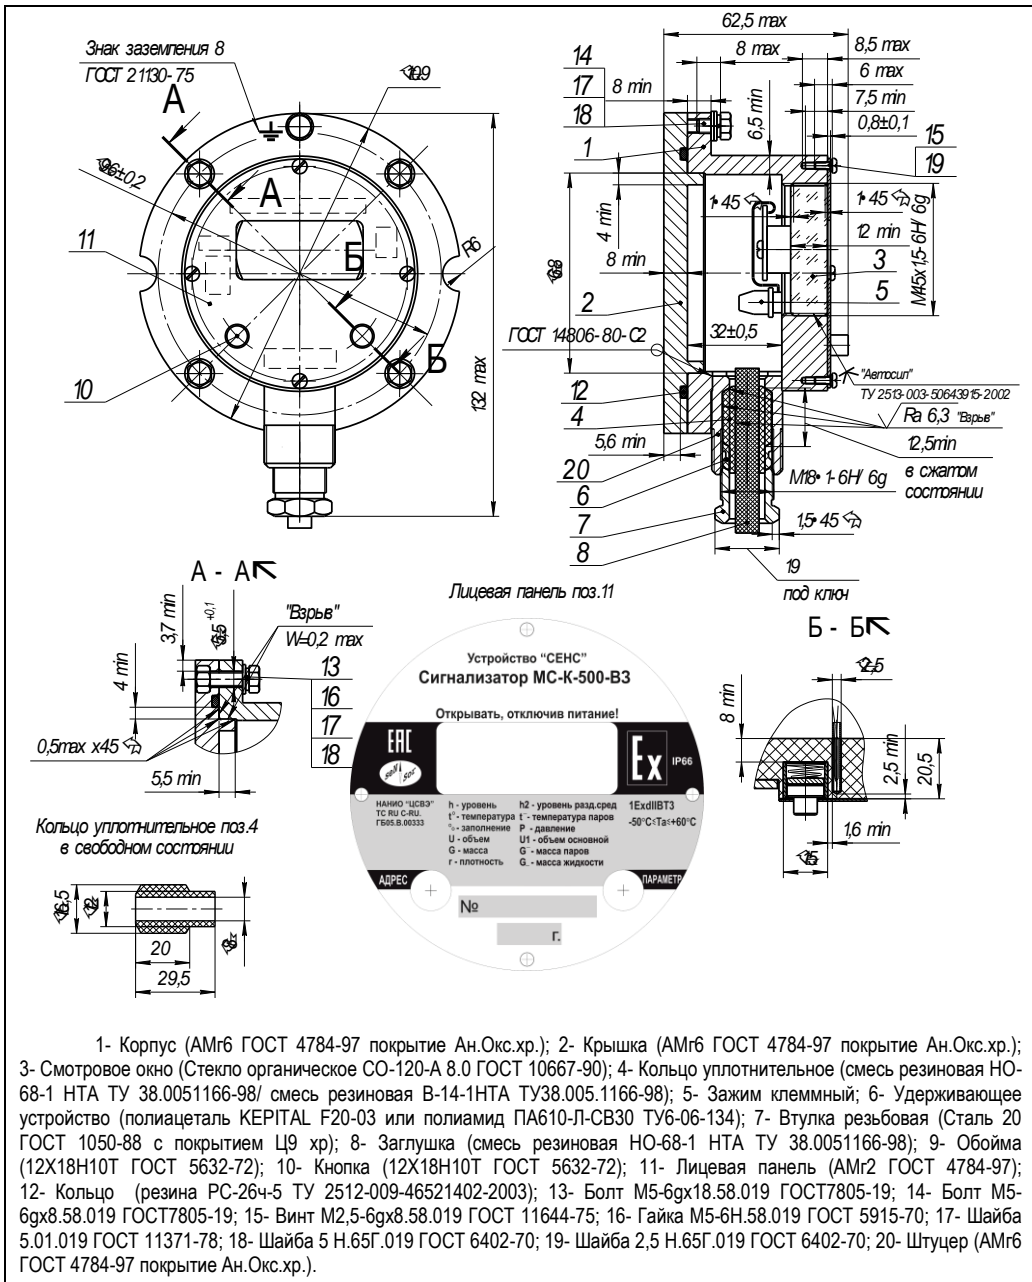

Рис. 13
Сопряжения деталей, обеспечивающих взрывозащиту вида «d», показаны на чертеже средств взрывозащиты (рисунок 13), обозначены словом «Взрыв».
Сигнализаторы могут крепиться к стене, щиту, пластине при помощи двух болтов или резьбовых шпилек с гайками M8 ... M12 (рис. 13).
- отверните болты 13 (рис. 13), снимите крышку 2. Ослабьте втулку резьбовую 7, выньте резиновую заглушку 8 из кабельного ввода, предназначенную для герметизации сигнализатора на время хранения и транспортирования;